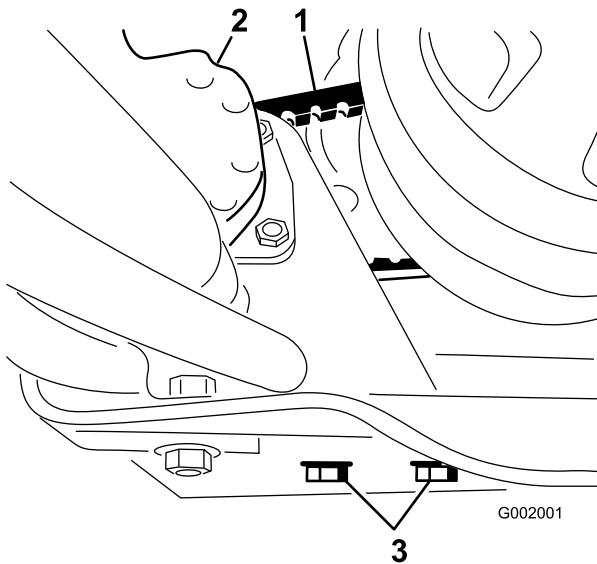

図 67
2. ステアリング・ポンプの取り付けボルトをゆるめる(図 67)。